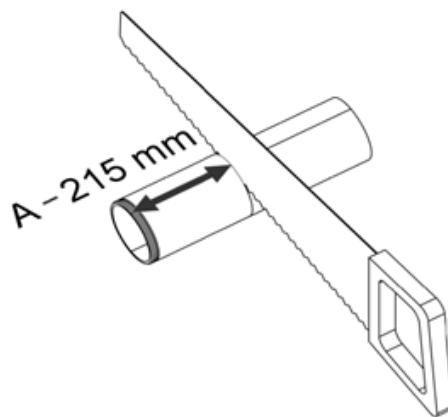

Figure 9 - Raccourcissement du tube de Ø 90 mm
Sciez le tube de Ø 90 mm (3) à la longueur A - 215 mm, mesurée à partir de l'extrémité rainurée (voir Figure 9 ci-dessous).